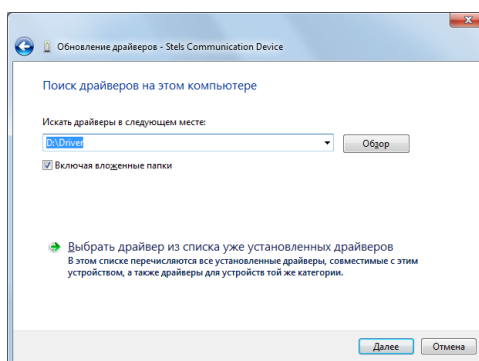

Рис. 5.7. Выбор пути к папке Driver
- В открывшемся окне поиска драйверов укажите путь к папке Driver на компакт-диске из комплекта поставки или к папке, в которую драйвер был загружен с веб-сайта ООО «НПП «Стелс», и нажмите кнопку *Далее* (рис. 5.7).